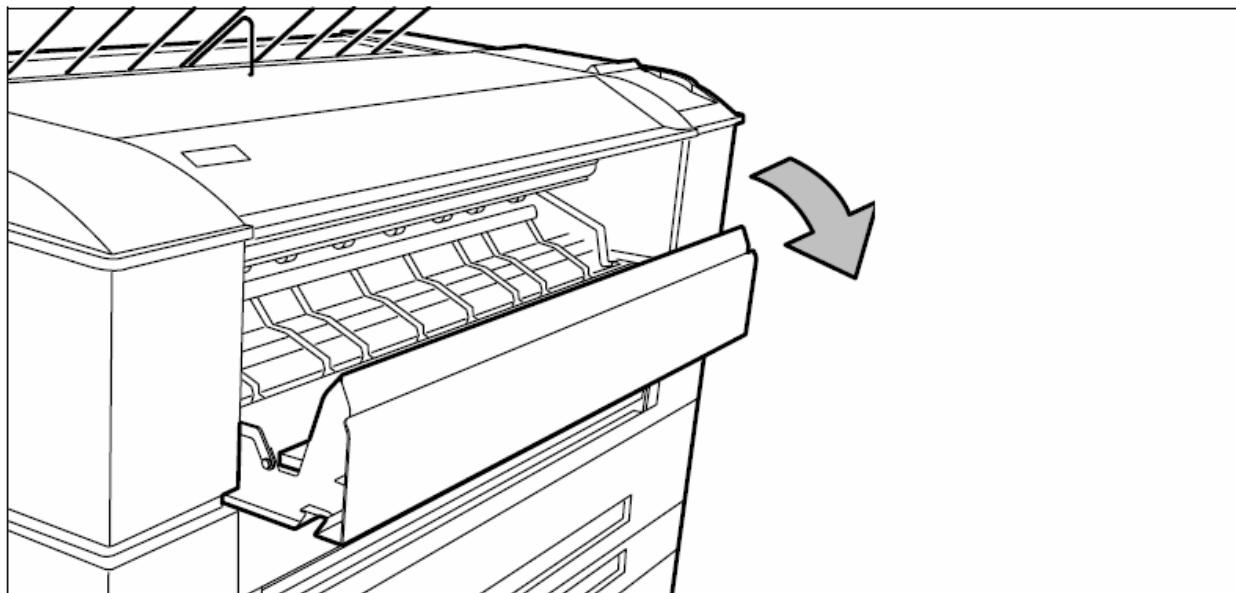

Рисунок 129. Показано, как открывать устройство для ручной подачи носителя
1. Откройте устройство для ручной подачи носителя, выдвинув его по направлению к себе (смотрите рисунок 129).